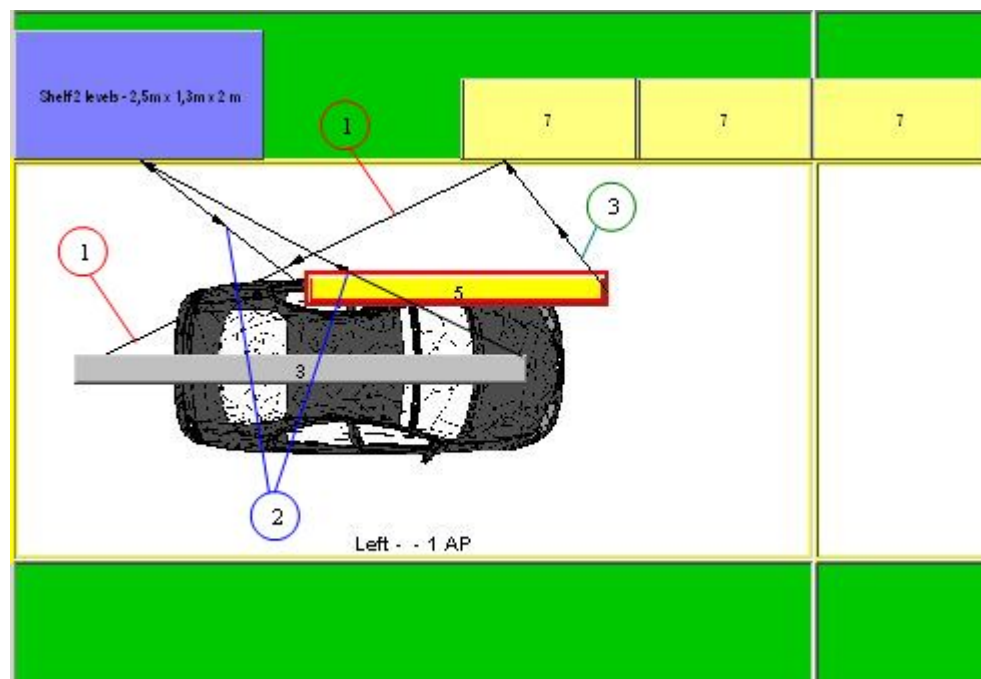

Abbildung 299: Option ist nicht bei allen Teilebehältern aktiviert
- Ein Mitarbeiter holt sich für die zu verarbeitenden Prozesse die Teile aus gekennzeichneten Teilebehältern. Siehe auch: Abbildung 299.